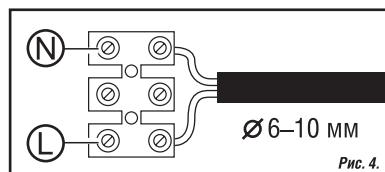

Рис. 4.
- Подключите сетевой кабель к клеммной колодке (5) в соответствии с указанной маркировкой клеммы L, N, как показано на *Рис. 4.*
- Задвиньте боковую часть (2) с клеммной колодкой вплотную к корпусу, убедитесь, что специальные выступы зажимной гайки совпали со специальными пазами на корпусе светильника и поверните зажимную гайку гермоввода (1) по часовой стрелке. Убедитесь, что гайка плотно прилегает к корпусу. Степень защиты IP65 обеспечивается только при использовании кабеля с внешним диаметром от 6 до 10 мм.